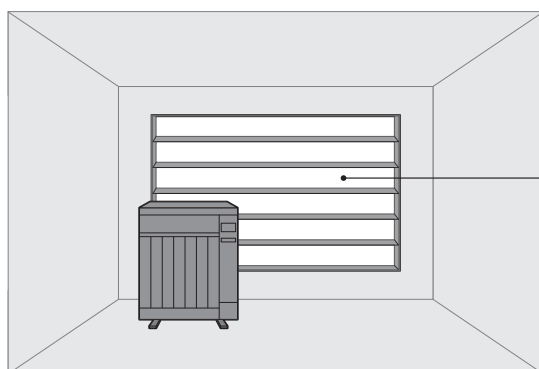

Bild 1
Als Außenaufstellung gilt die Installation von kältemittelführenden Bauteilen in einem Raum, bei dem mindestens eine der längeren Wände mindestens 75% nach außen hin geöffnet ist. Dazu zählen auch Lüftungsschlitze nach außen, die eine Fläche (A) von mindestens 75% der Außenwände einnehmen (siehe Bild 1).